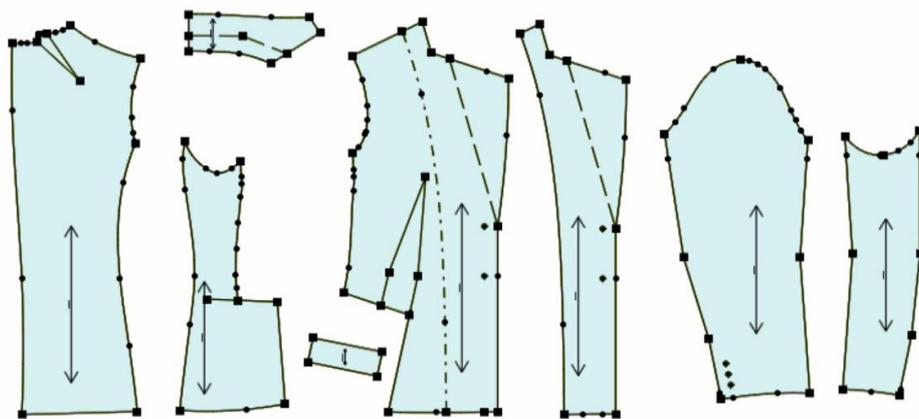

图 5-3-12 女西装 2D 制板
(1) 前片肩线距侧颈点“3.5cm”，摆围线距离前中“8cm”连线，修正后确定挂面构成。
(2) 综合运用“✂️ (剪断线)”“📏 (移动)”“🧼 (橡皮擦)”等工具将挂面、衣领、衣袖裁片分离，删除不必要线条，完成女西装裁片分解。
(3) 用“✂️ (剪刀)”工具将各裁片裁剪为纸样裁片，鼠标右键转换为“拾取辅助线”工具，将各裁片内部的省位、内部线拾取；用“🔗 (钻孔)”工具在前中扣位、袖口扣位进行扣位设定；用“📏 (布纹线)”工具调整各裁片布纹方向，完成女西装 2D 制板，如图 5-3-12 所示。